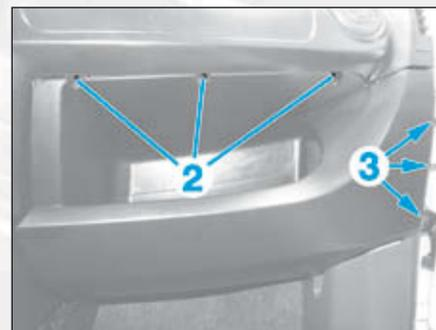

FIG.4
- Déposer les vis (2) (Fig.4).
- Dégrafer en (3) puis tirer vers soi.